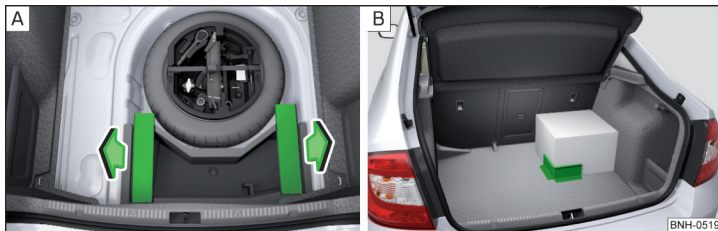

Abb. 88 Cargo-Elemente herausnehmen / Befestigungsbeispiel der Ladung mittels des Cargo-Elements
- Die Cargo-Elemente in Pfeilrichtung herausnehmen » Abb. 88 - A.
- Die Cargo-Elemente mit Klettverschluss möglichst in der Nähe der Rücksitze auf dem Bodenbelag des Gepäckraums » Abb. 88 - B oder auf der Stoffseite des beidseitigen Bodenbelags befestigen.